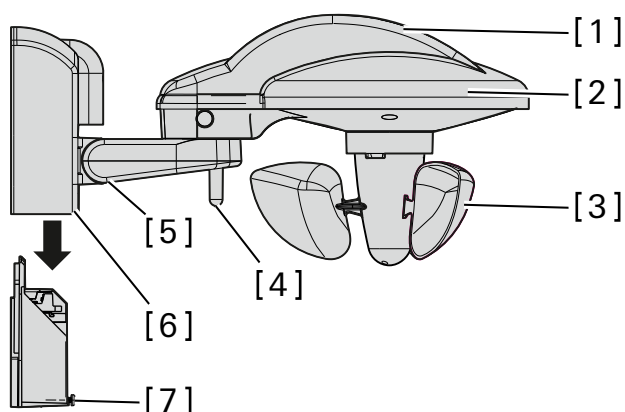

Bild 1: Sensorik
Sensorik Bild 1
1. Den Windsensor Bild 1 nicht im Windschatten montieren.